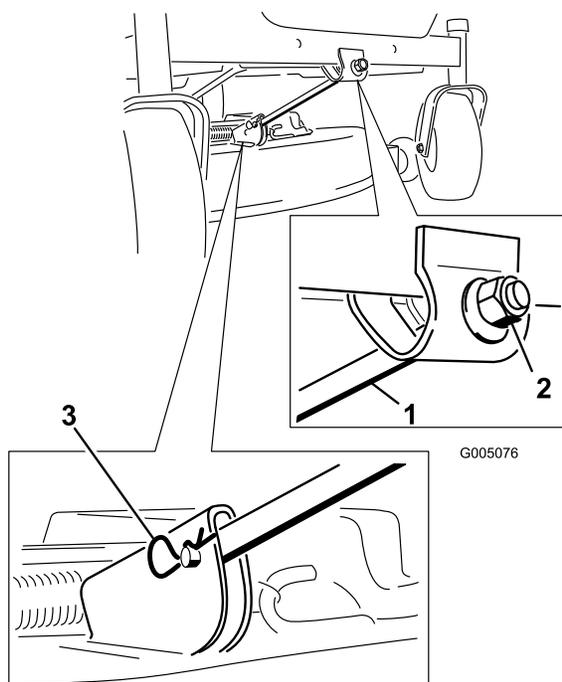

Figura 55
4. Togliete la coppiglia a forcina e il perno con testa dall'asta di sostegno anteriore (Figura 55). Abbassate con cautela la parte anteriore del piatto di taglio fino al suolo.
6. Montate l'asta di sostegno anteriore sul piatto di taglio con il perno con testa e la coppiglia a forcina (Figura 55).